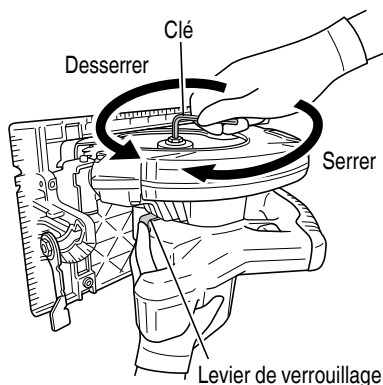
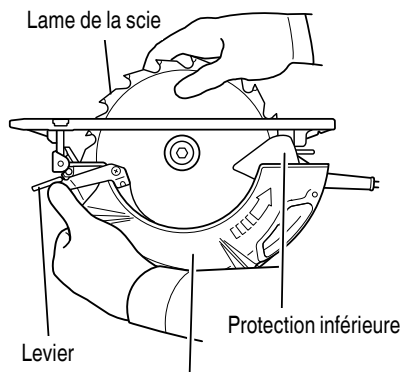

Fig. 15
Fig. 16
- (1) Régler le volume de coupe au maximum, et placer la scie circulaire comme indiqué à la Fig. 15.
- (2) Appuyer sur le levier de verrouillage, verrouiller l'arbre, et retirer le boulon à bride hexagonale et la rondelle (B) à l'aide de la clé hexagonale.
- (3) Tout en tenant le levier pour maintenir la protection inférieure complètement rentrée dans le carter de lame, retirer la lame de scie. (Fig. 16)